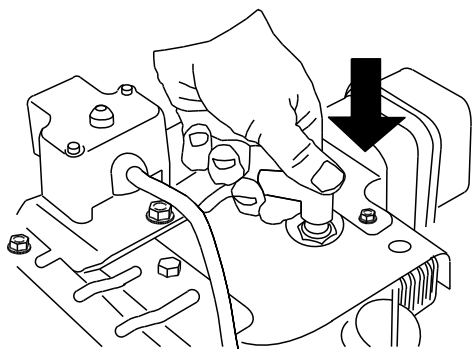

Bild 20
1. Schließen Sie den Zündkerzenstecker an (Bild 20).